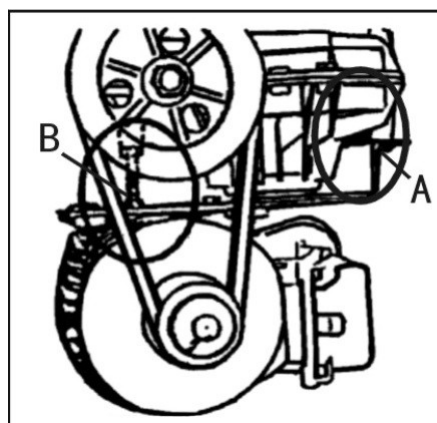

図 30
- トランスミッションベルトの張力を定期的に確認し、調整してください。ベルトテンションは、A・B 位置の調整ナットで調整します (図 30) 。